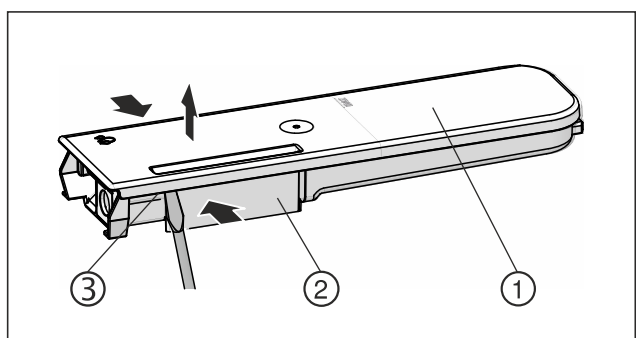

Fig. 128
- Stisnite spremnik za vodu Fig. 128 (2), pažljivo podignite poklopac Fig. 128 (1) preko zasuna Fig. 128 (3) i ga povucite prema gore.
- Poklopac Fig. 128 (1) lagano pomičite amo-tamo i izvadite ga prema gore.